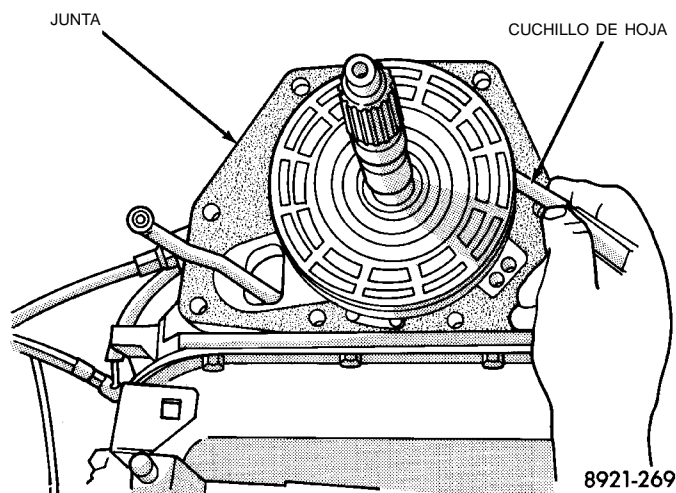
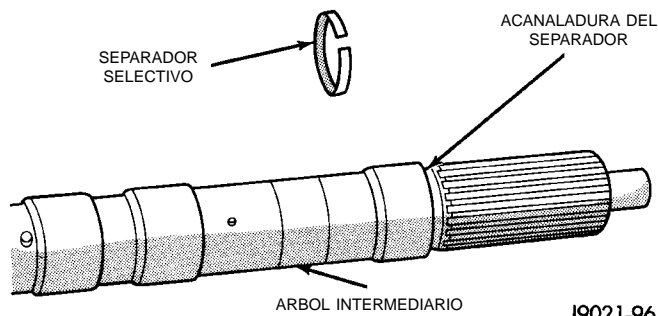

Fig. 37 Recorte de la junta de la caja de sobremarcha
Fig. 38 Localización del separador selectivo del árbol intermediario
(1) Antes de mover la unidad, asegúrese de que la herramienta de alineación 6227-2 esté completamente calzada. Si no está asentada y las estrías del engranaje giran fuera de alineación, deberá desensamblarse la unidad de sobremarcha a fin de realinear las estrías.
(2) Si el retén del émbolo de sobremarcha no se retiró durante el servicio y la junta original no puede volver a utilizarse, prepare la nueva junta recortándola.
(3) Corte la junta de la caja usada alrededor del retén del émbolo con un cuchillo de hoja (Fig. 37).
(4) Utilice la junta usada como plantilla y recorte la nueva junta a la medida.
(5) Emplace la nueva junta sobre el retén del émbolo y sobre la caja de la transmisión. Utilice vaselina para sostener la junta en su sitio, si fuese necesario. No utilice ningún tipo de sellante para fijar la junta. Emplee únicamente vaselina.
(6) Instale el separador selectivo en el árbol intermediario, si se hubiera retirado. El separador va en la acanaladura situada inmediatamente atrás de las estrías posteriores del eje (Fig. 38).
(7) Instale el cojinete de empuje en la maza corredera de la unidad de sobremarcha. Utilice vaselina para sostener el cojinete en su posición.